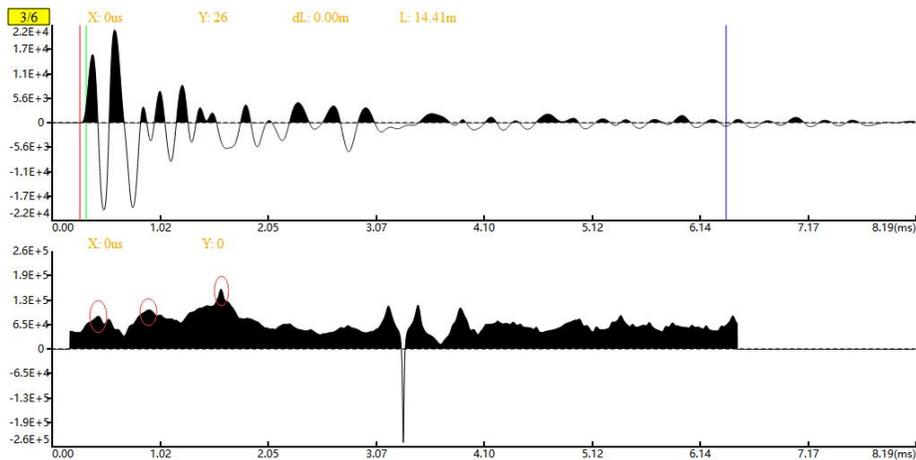

图 3-17 EMD 分析
- EMD 分析：在点击 EMD 选项图标以后在原波形上会分别出现出现红色、绿色和紫色的标注，这 3 个标注分别定位的是立柱的杆头、自由端与立柱段临界点和杆底的位置，如图 3-17 所示。在操作过程中这些标注可以用作参考来方便对整个杆体进行分析，关注 EMD 后波形的尖峰点（图中红色框圈起位置），该处可能对应缺陷位置。快捷键为 **ⓔ**。